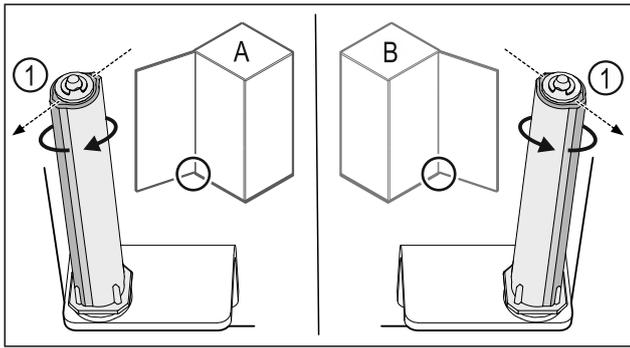

Fig. 40 Linksanschlag (A) / Rechtsanschlag (B)
- ▶ Schließsystem gegen den Widerstand drehen, bis der Steg des Schließsystems Fig. 40 (1) nach außen zeigt.